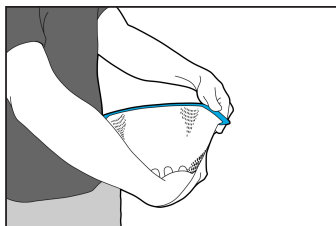

Fig. 1
2. Pour pré-étirer une structure en forme de U ou de S, tenir le masque contre votre hanche d'une main et l'étirer sur environ 15 cm (6 in) avec l'autre main (Fig. 1).